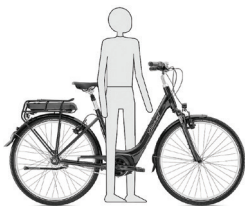

Figure 1.1 : hauteur de cadre correcte
- Pour un vélo doté d'un tube horizontal droit standard, il faut compter un dégagement de 25 mm minimum entre le tube supérieur et le cycliste lorsque celui-ci se tient debout avec le vélo entre les jambes (Figure 1.1).